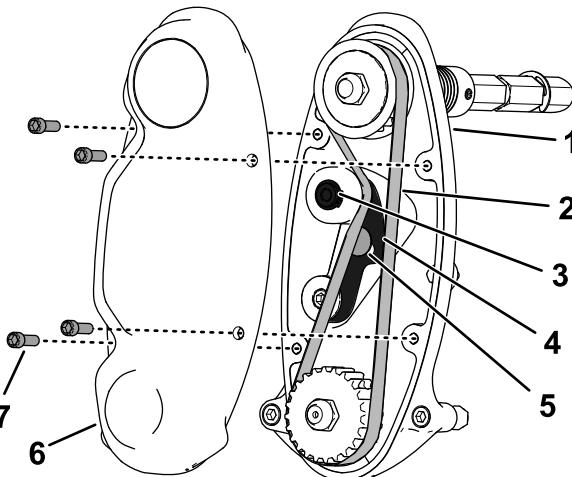

**Figura 16**
- Posição **ALTO**: “A” em Figura 16
- Posição **BAIXO**: “B” em Figura 16